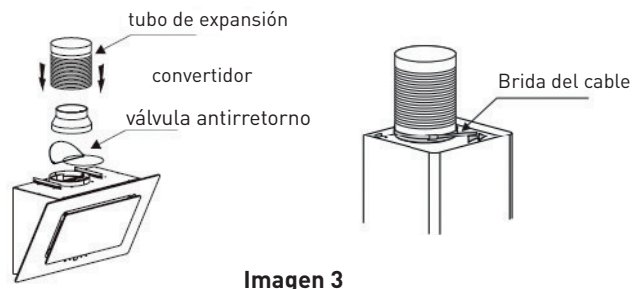

Imagen 3
5. Instale la válvula antirretorno, el convertidor y el tubo de expansión en la campana extractora. Fije el tubo de expansión en la salida con una brida para cables. Consulte la imagen 3. **Nota: el tubo de expansión no está incluido con el aparato.**